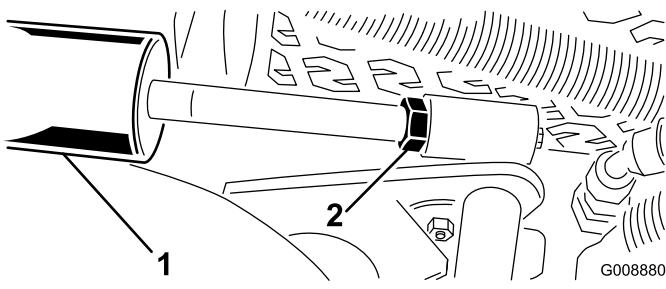

**Bild 28**
3. Lassen Sie den Motor an, heben die Hubarme an und prüfen, ob der Abstand zwischen der Abnutzungsleiste an der Oberseite des Heckmähwerks und des Stoßstangenstreifens zwischen 0,51-2,54 mm liegt (Bild 28).